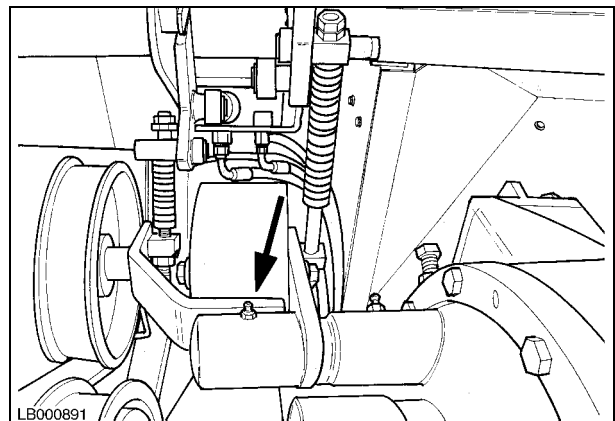

Рис. 17
**11. Натяжитель ремня разгрузочного шнека - Рис. 17**